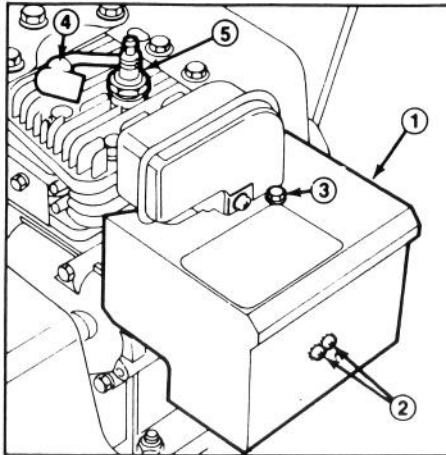

Figure 16
**Remarque:** Modèle 521 seulement) Pour mettre le moteur en marche à 4°C (40°F) ou à des températures plus élevées, enlevez la boîte de chauffage du carburateur (Fig. 16). Il faut toutefois remettre la boîte de chauffage à des températures inférieures à 4°C ou 40°F. Pour enlever la boîte de chauffage du carburateur, procédez comme suit:
1. Poussez le fil de haute tension sur la bougie d'allumage (Fig. 16).
Pour éviter la mise en marche accidentelle du moteur pendant les travaux d'entretien, mettez la clé d'allumage en position d'arrêt et retirez-la du contact. Enlevez ensuite le fil de haute tension de la bougie (Fig. 16) et assurez-vous que le fil ne puisse accidentellement toucher la bougie.
1. Enlevez le câble à haute tension de la bougie et assurez-vous que le câble ne touche pas accidentellement la bougie (Fig. 16).